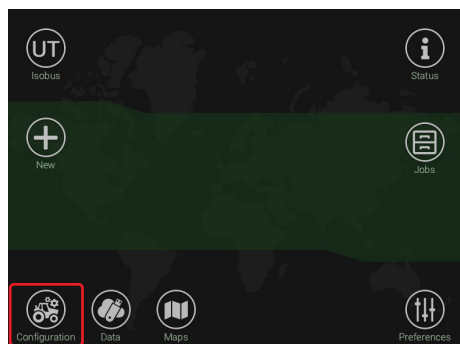

Fig. 36
- Press **Configuration** (Fig. 36)